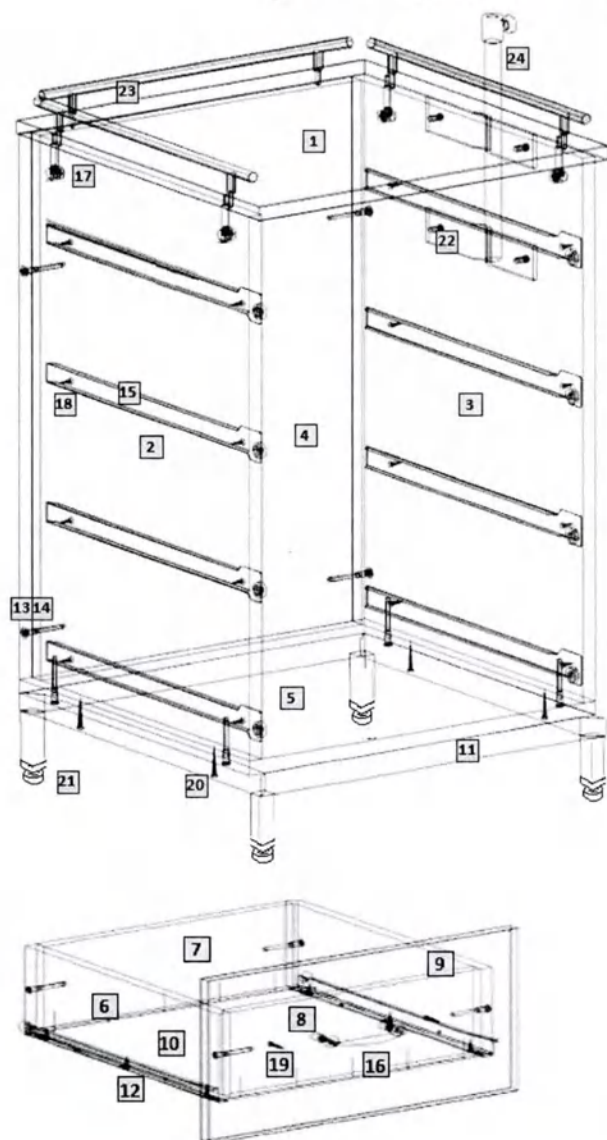

Рис.1
- 1) Внимательно ознакомьтесь со схемой сборки, изображенной на рис.1, сверяясь со спецификацией на изделие. Согласно схеме и спецификации определите расположение деталей в изделии и порядок их сборки. Сборка производится на ровном полу, укрытом материалом, предотвращающим повреждение покрытия пола и деталей мебели. Подготовьте необходимые для сборки инструменты – плоскую и крестовую отвертки, молоток, рулетку или линейку.
- 2) На вертикальных боковых стенках (2, 3) установите цилиндрические части эксцентриковых стяжек (17) в предназначенные для них отверстия; шурупами 4x16 (18) закрепите L-образные части роликовых направляющих (15). На крышке 1 установите шток эксцентриковых стяжек (17) и ограждения (23) (при необходимости).
- 3) Евровинтами (13), как показано на рис.1, соедините вертикальные стенки (2, 3) с горизонтальной стенкой (5). Установите крышку (1). Затяжка соединения производится путём поворота эксцентриков до упора в направлении стрелки, выштампованной на корпусе стяжки. На видимые головки евравинтов (13) установите заглушки (14).
- 4) При помощи винтов 6,3x13 закрепите на боковых стенках (2, 3) тумбы ручку для перемещения (24) (при необходимости) и держатель (22) (при необходимости). Шурупами 4x35 (20) соедините каркас тумбы с металлическим основанием (11).
- 5) Сборка ящиков. Евровинтами (13) соедините боковые стенки ящика (6) с передней (8) и задней (7) стенками. Дно ящика (10) закрепите к передней (8) и задней (7) стенкам гвоздями (12). Установите роликами назад L-образные части направляющих (15) и закрепите их шурупами 4x16 (20). Шурупами 3,5x30 (19) закрепите фасад (9) к передней стенке ящика (8). Установите на фасад (9) ящика ручку (16). Установите собранные ящики в корпус тумбы.
- 6) В металлическое основание (11) установить колеса (21) и бамперы (26) (при необходимости).
- 7) При необходимости установки штатива с держателем, установить штатив (25) в закрепленный на боковой стенке тумбы держатель (22).